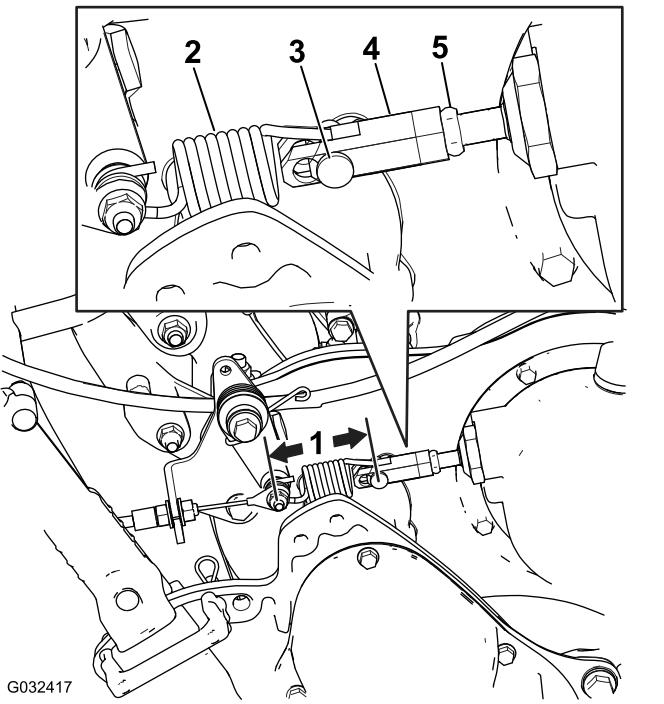

Figure 49
2. Mesurez la distance entre la goupille et l'extrémité du ressort de commande de déplacement (Figure 49) ; si elle n'est pas comprise entre 7,3 et 7,6 cm, réglez l'embrayage en procédant comme expliqué ci-après.
- Desserrez l'écrou de blocage sur le tendeur et retirez l'axe de chape, en détachant le ressort du tendeur (Figure 49).
- Mesurez la distance entre la goupille et l'extrémité du ressort de commande de déplacement (Figure 49) ; répétez les opérations A à F jusqu'à ce qu'elle soit comprise entre 7,3 et 7,6 cm.